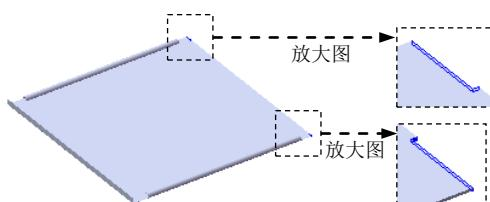
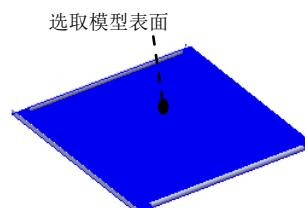
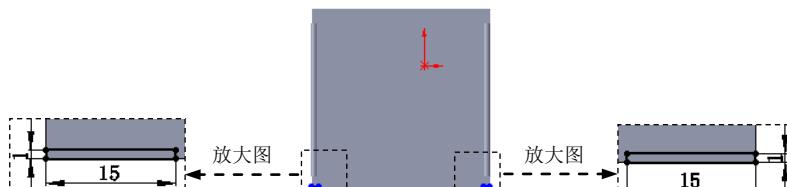

图 17.12.31 创建切除一拉伸 3
图 17.12.32 定义草图平面
图 17.12.33 横断面草图
(3) 定义法兰参数。在 **角度(A)** 区域的 **文本框** 中输入角度值 90.0。在 **法兰长度(L)** 区域的下拉列表中选择 **给定深度** 选项, 输入深度值 15.0。在此区域中单击 “内部虚拟交点” 按钮 。在 **法兰位置(N)** 区域中单击 “折弯在外” 按钮 .
(4) 单击 按钮, 完成边线一法兰 1 的创建。
Step9. 创建图 17.12.31 所示的切除一拉伸 3。选择下拉菜单 **插入(I)** → **切除(C)** → **拉伸(E)...** 命令; 选取图 17.12.32 所示的模型表面作为草图平面, 绘制图 17.12.33 所示的横断面草图; 在 **方向1** 区域的 **下拉列表** 中选择 **完全贯穿** 选项。单击 按钮, 完成切除一拉伸 3 的创建。